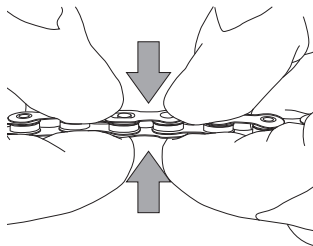

Fig.7
- Premete la C-Link™ per assicurarvi che i perni siano completamente inseriti (Fig. 7).